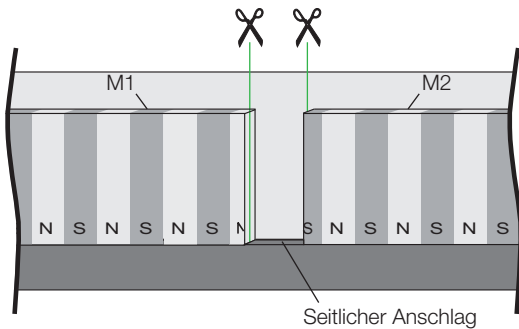
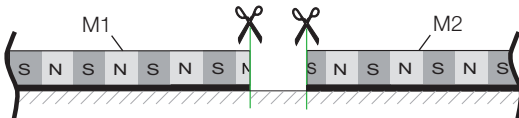
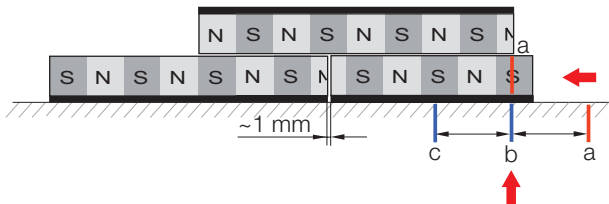

Bild 4-8: Draufsicht Maßkörper
Bild 4-9: Seitliche Ansicht
Bild 4-13: Gekürzten Maßkörper positionieren
i Die Bemaßung in Bild 4-8 bis Bild 4-13 bezieht sich auf einen Maßkörper mit 5 mm Polbreite. Bei 10 mm Polbreite sind die angegebenen Maße zu verdoppeln.
i Die beiden Enden der Maßkörper an der Stoßstelle gerade abschneiden (Bild 4-8 und Bild 4-9)!
1. Der Maßkörper M1 ist bereits aufgeklebt. An der Stoßstelle einen seitlichen Anschlag befestigen, damit der anzureihende Maßkörper M2 genau ausgerichtet werden kann (Bild 4-8).
8. Den Hilfsmaßkörper auf den Maßkörper M1 auflegen und in eine stabile Position bringen und mit Klebeband fixieren (Bild 4-13).
9. Den gekürzten Maßkörper M2 so weit an den Stoß schieben, bis die Markierung (a) auf dem Maßkörper bündig ist mit der Markierung (b) oder (c) auf dem Maschinenteil (Bild 4-13). Der Hilfsmaßkörper darf jetzt nur eine stabile Position haben, in die er *einrastet*. Evtl. den Maßkörper M2 etwas nach rechts oder links verschieben, um die Position mit der größten Anziehungskraft zu finden.